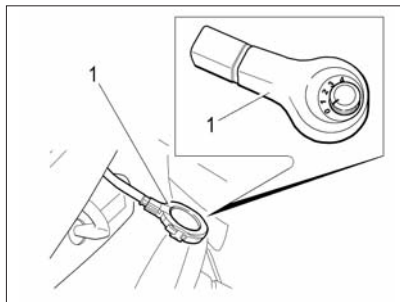

Рис. 37. Датчик дождя и освещенности
*В варианном исполнении* автомобили оснащаются совмещенным датчиком дождя и освещенности, который расположен на ветровом стекле за зеркалом заднего вида (рис. 37).
чувствительности датчика дождя 1 (см. рис. 37), расположенный за зеркалом заднего вида в накладке датчика перевести из положения **0** в любое другое положение от **1** до **4\***, а рычаг переключателя стеклоочистителей перевести в положение **III** (прерывистый режим работы). При этом щетки очистителя делают один ход, после чего будут включаться или выключаться в зависимости от количества капель дождя, попадающих на ветровое стекло.